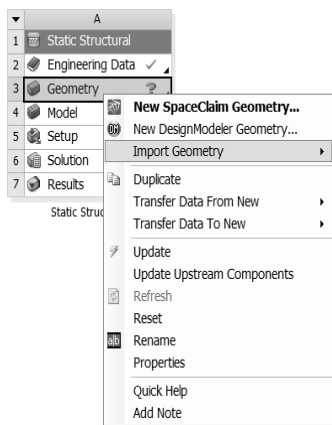

图 4-30 导入几何体
Step1 :在 A3 Geometry 上右击,在弹出的快捷菜单中选择 Import Geometry Browse 命令,如图 4-30 所示,此时会弹出“打开”对话框。